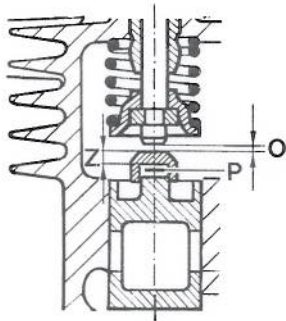

Fig. 5
Le réglage du jeu des soupapes (O, fig. 5) doit être effectué, le moteur étant froid.
Vérifier le jeu (O) entre la queue de soupape et le chapeau de poussoir à l'aide d'une jauge, la soupape étant fermée (poussoir au point mort bas). Les chapeaux de poussoir peuvent être obtenus en diverses épaisseurs (Z), échelonnées de 0,20 en 0,20 mm. En cas de commande, indiquer l'épaisseur (Z, fig. 5) désirée. D'autre part, des rondelles de réglage (P), épaisses de 0,1 mm, peuvent être livrées. Le jeu correct (O) des soupapes est obtenu par le montage d'un chapeau d'une épaisseur adéquate et, si nécessaire, d'une rondelle de réglage.